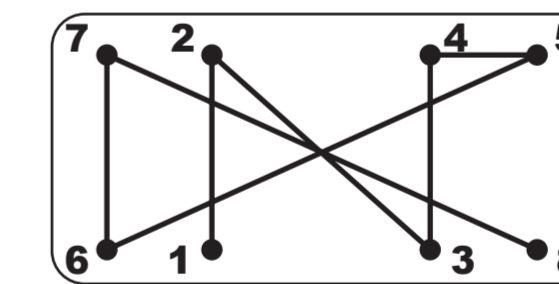

Fig. 3
12. Tighten clips in sequence. (See figure 3) **DO NOT OVER TIGHTEN.**
12. Serrez les attaches de fixation en séquence. (Voir la figure 3.) **NE PAS TROP SERRER.**